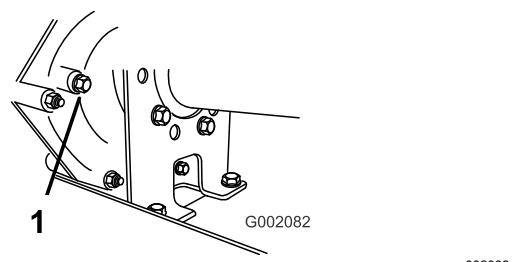

Figure 58
2. Enlevez le boulon de l'orifice de l'indicateur de niveau (Figure 58).